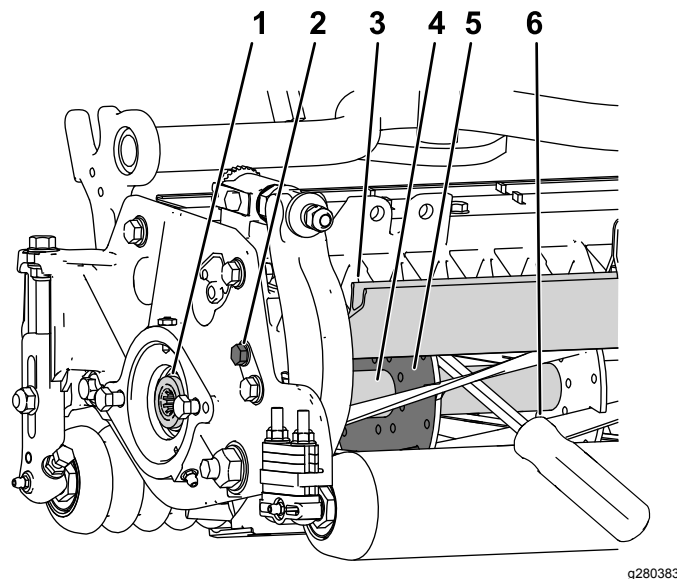

Figura 37
attraverso la parte posteriore del cilindro di taglio, più vicino al lato dell'apparato di taglio da serrare (Figura 37).
3. Posizionate il piede di porco contro il lato di saldatura della piastra di supporto del cilindro (Figura 37).
1. Allentate il bullone del deflettore sul lato sinistro dell'apparato di taglio e sollevate il deflettore posteriore (Figura 37).